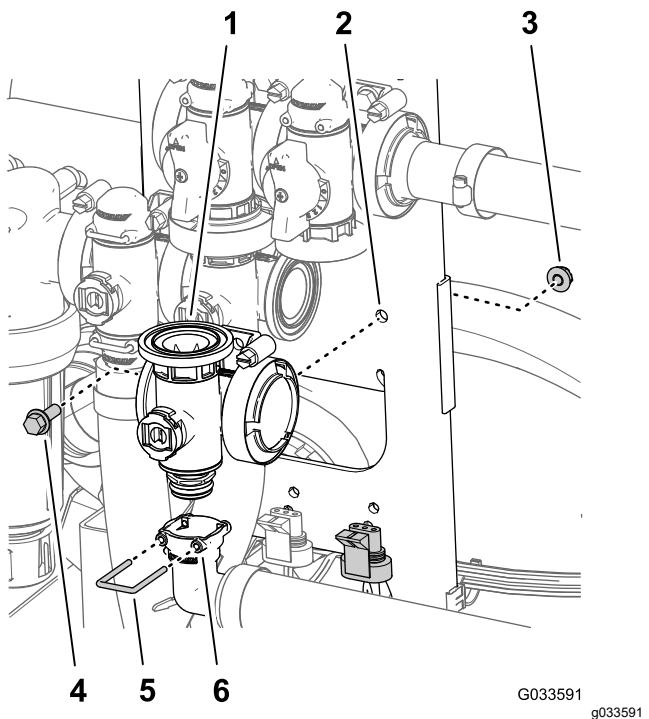

Bild 130
- Fluchten Sie die Buchse des 90°-Auslaufanschlussstückes unten am Verteiler für das Hauptauslegerventil mit dem Kupplungsanschlussstück aus (Bild 130).
- Stecken Sie einen Halter in die Buchse des Auslaufanschlussstückes, um das Kupplungsanschlussstück des Auslaufanschlussstückes zu befestigen (Bild 130).